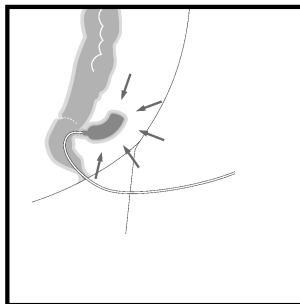

Fig. 4
17. Compruebe la colocación de la esponja con ayuda del endoscopio. (Fig. 4)